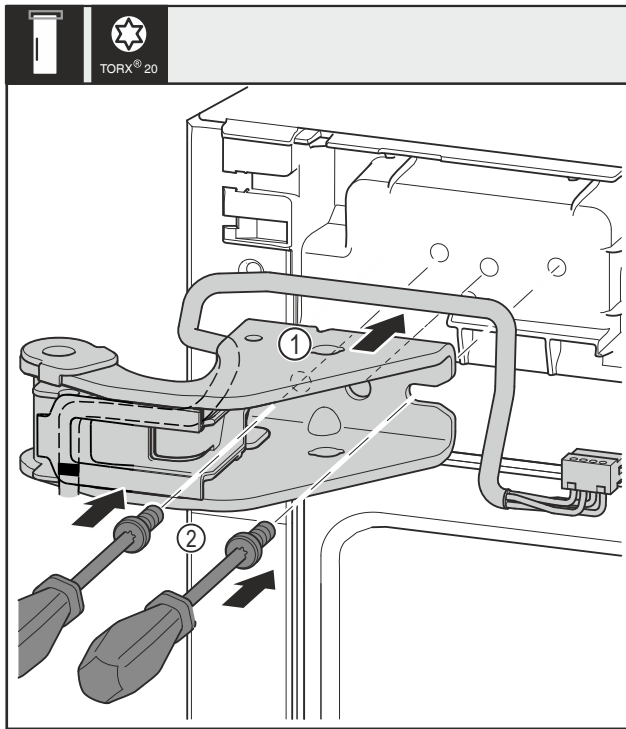

Fig. 32
- Applicare il blocco di supporto superiore Fig. 32 (1).
- Inserire le viti Fig. 32 (2) con un cacciavite e serrarle.